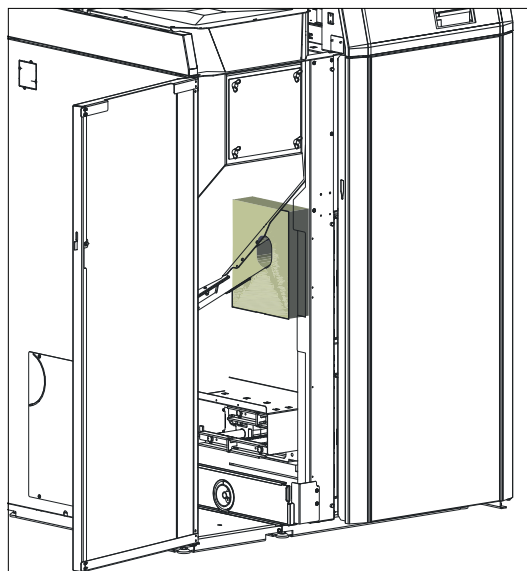

Fig. 99 Isolierung bei Schneckenrohr/Zellradschleuse anbringen
- Isolierung (beiliegend) bei Schneckenrohr/Zellradschleuse anbringen – Fig. 99.